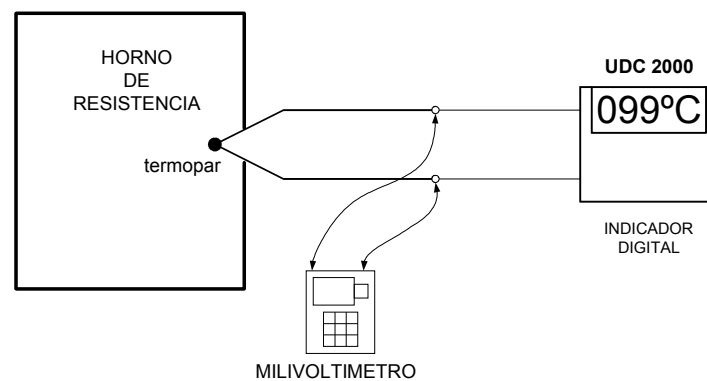

FIGURA 1
1.- Ejecute el montaje de la termocupla (sensor) y los instrumentos de medición de la figura 1.